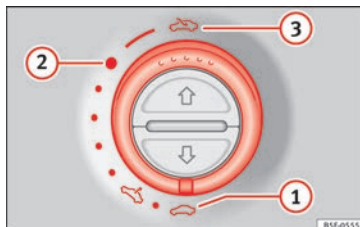

Bild 11 På det inre takfodret: använd vridreglaget för att öppna och stänga
- Öppna: Vrid reglaget till läget » **bild 11** ③.
- Komfortläge: Vrid reglaget till läget » **bild 11** ②.
- Stänga: Vrid reglaget till läget » **bild 11** ①.